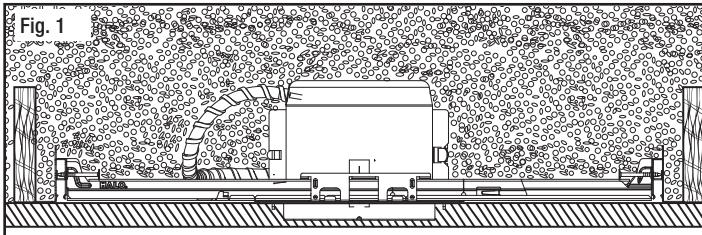

Fig. 1
- Fixture is designed for installation where it may come in contact with insulation (Fig. 1).
Step 1. Locate fixture between joists (Fig. 1).
- L'appareil d'éclairage est conçu pour être installé là où il peut entrer en contact avec de l'isolant (Fig. 1).
Étape 1. Positionnez l'appareil d'éclairage entre les solives. (Fig. 1).
- El accesorio está diseñado para una instalación en la que éste podría entrar en contacto con el aislante (Fig. 1).
Paso 1. Localice el accesorio entre las vigas (Fig. 1).